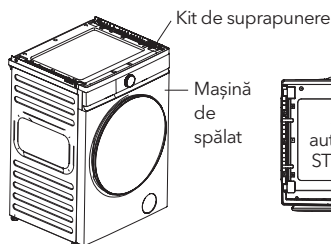
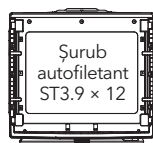

Figura 1
Figura 2
1. Lipiți suportul de suprapunere pe panoul de control al uscătorului (Figura 1). Suportul trebuie lipit la o distanță de aproximativ 2,5 mm față de spațiul mânerului sertarului, iar distanța pe ambele părți trebuie să fie egală (Figura 2);